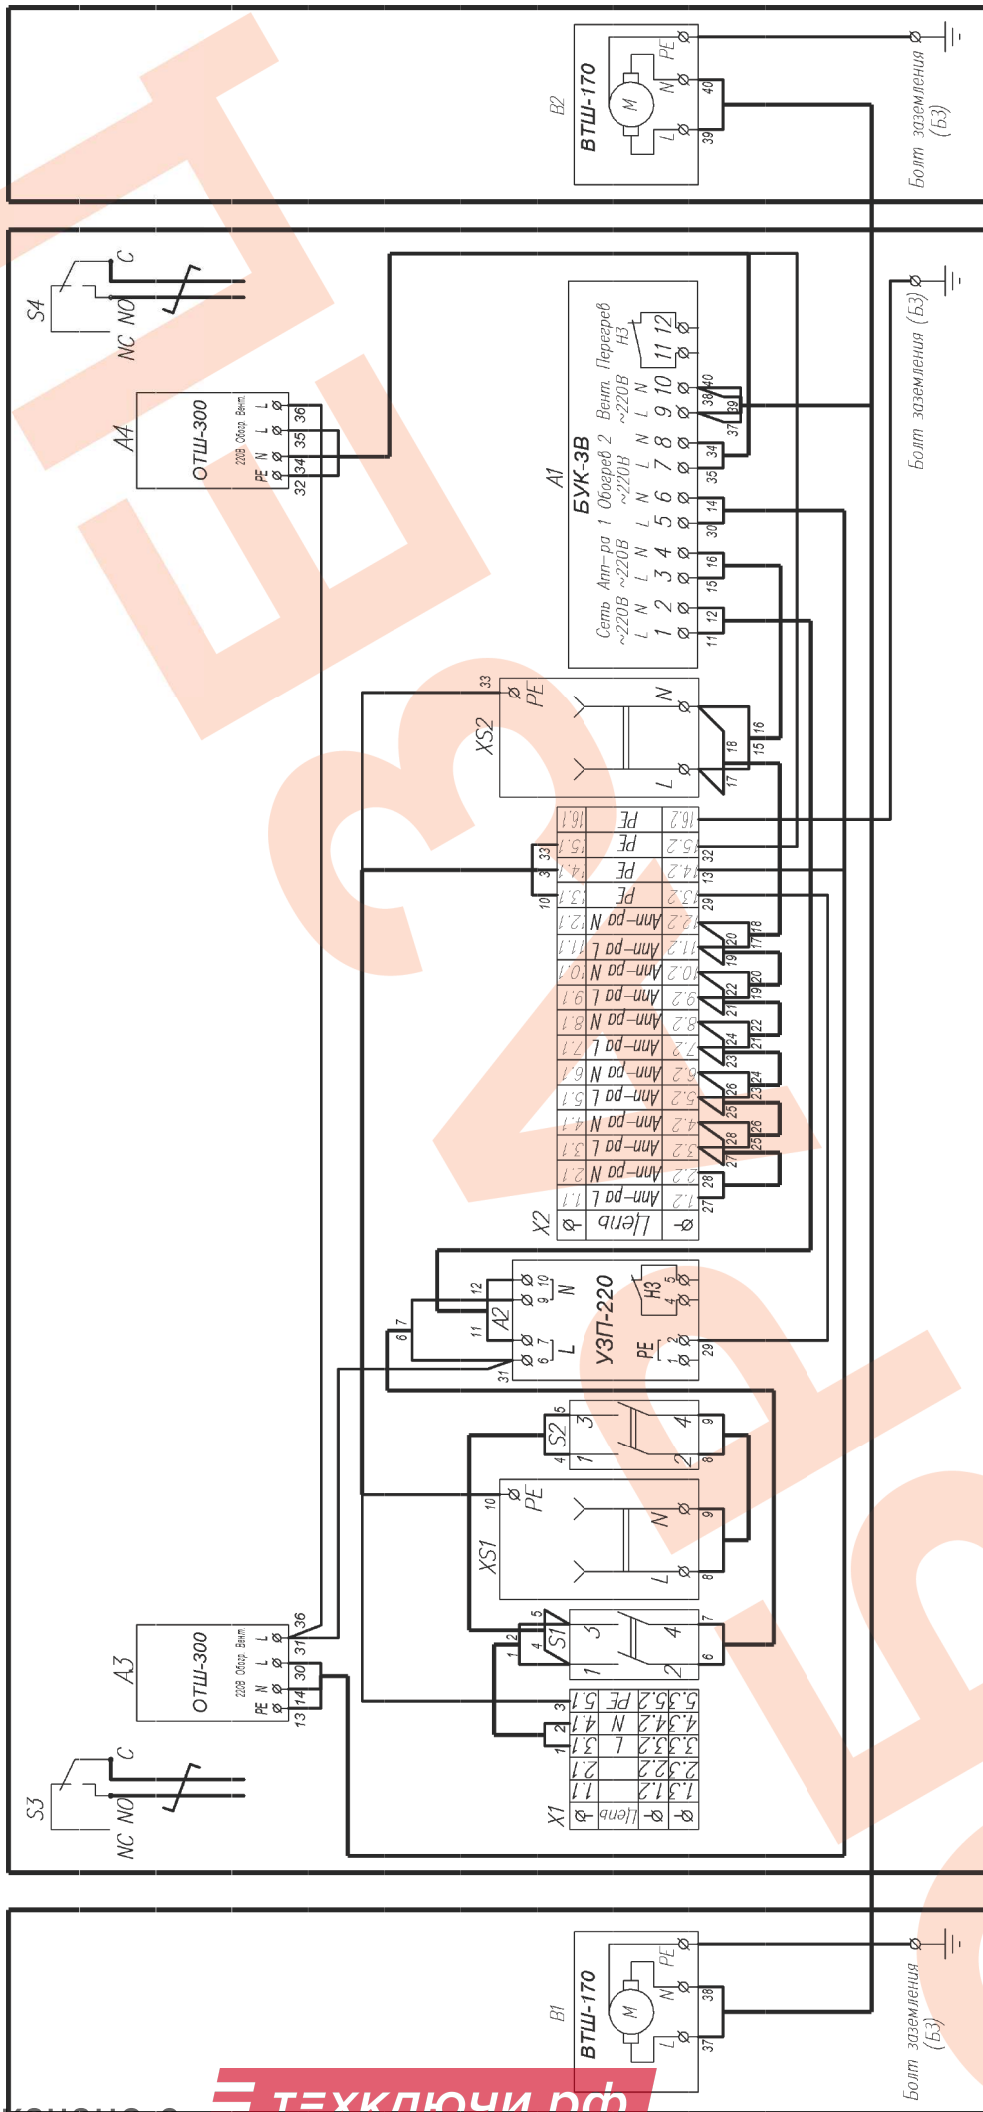

Рис.2 Схема электрическая принципиальная.
7. Заземлить термощаф, цоколь и панель дна, используя болт заземления цоколя и свободную клемму РЕ (рис.2).
Подключение цепей термощафа производится в соответствии со схемой электрической принципиальной (рис.2). Для подключения необходимо: